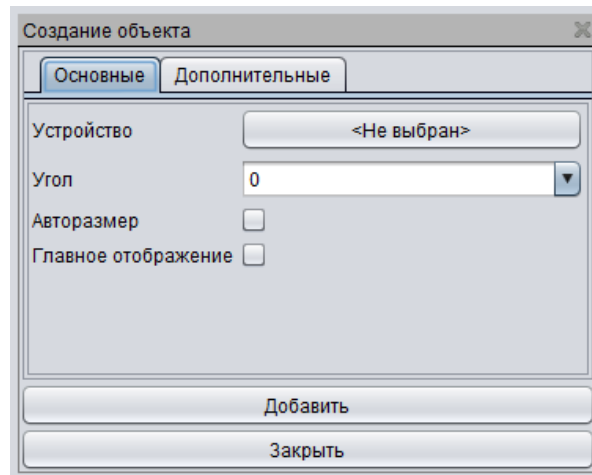

Рис. 136
1) правой кнопкой мыши щелкнуть по узлу «Устройства», в появившемся контекстном меню выбрать «Создать» – откроется окно «Создание объекта» (Рис. 136);